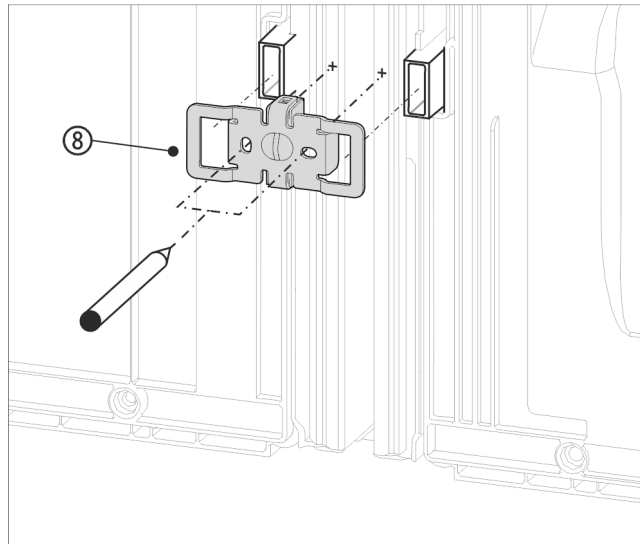

Fig. 17 Eksempelfremstilling
- ▶ Skyv vinkelen Fig. 17 (8) med utsparingene over holderen for veggavstandsholderen.